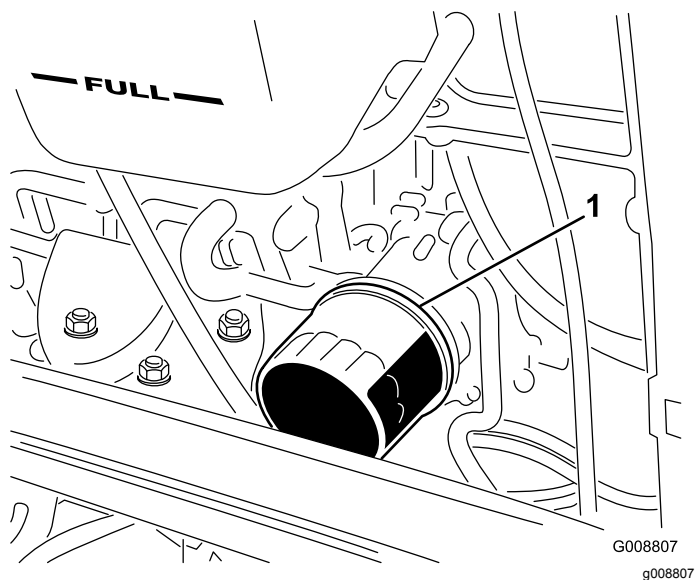

Figura 78
4. Retire el filtro de aceite (Figura 78).